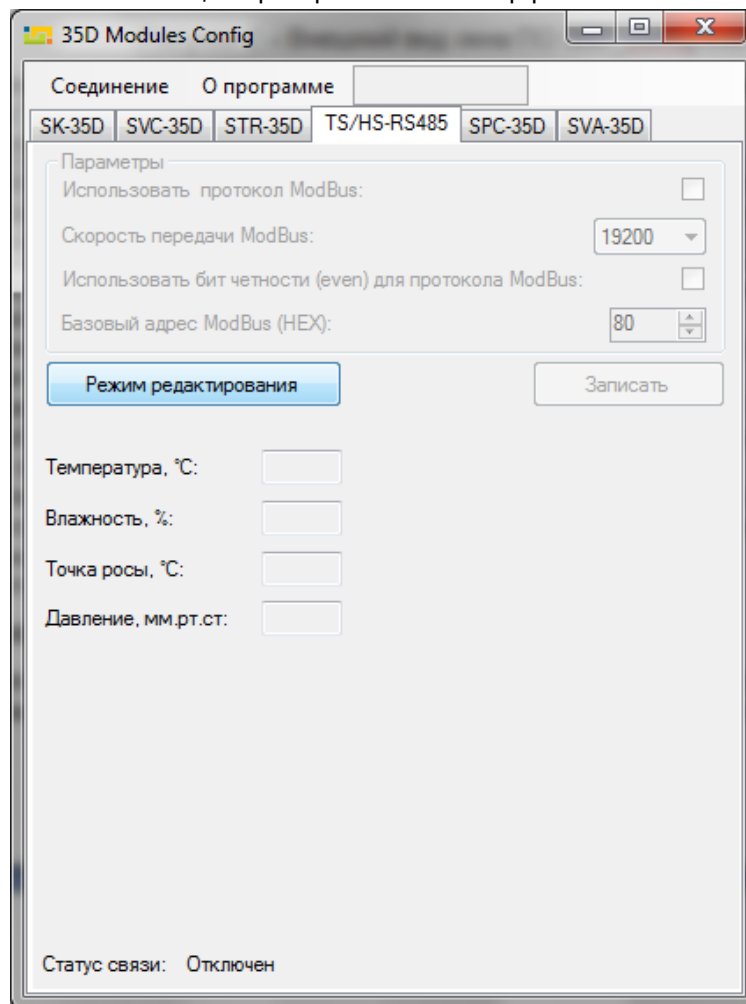

Рисунок 3 – Внешний вид окна ПО 35D\_config.exe
- в открывшемся окне (см. рисунок 3) перейдите на вкладку TS/HS-RS485;
**ВНИМАНИЕ!** В течение 3-х секунд после подачи питания на вход, датчик работает по протоколу IM, не зависимо от того, разрешена работа по протоколу ModBus RTU или запрещена (пункт "Использовать протокол ModBus" (см. рисунок 3)).